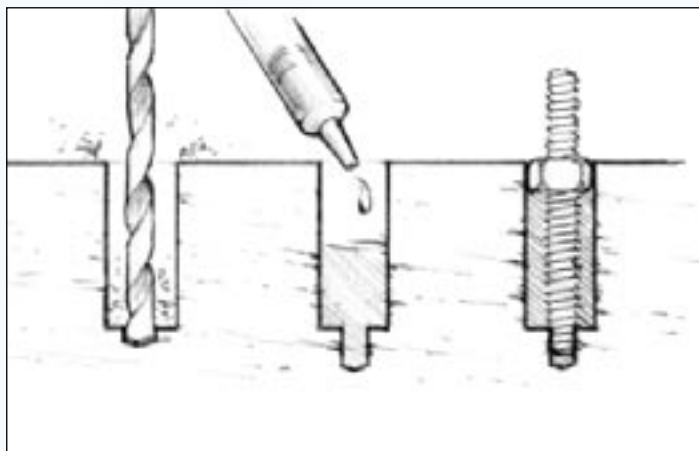

Рис. 20.
2. Установите гайки и шайбы на штифты, пропитайте нижние концы и установите их в отверстия, наполненные эпоксидным материалом. Перед установкой деталей и затягиванием гаек дайте эпоксидному составу застыть (Рисунок 20).